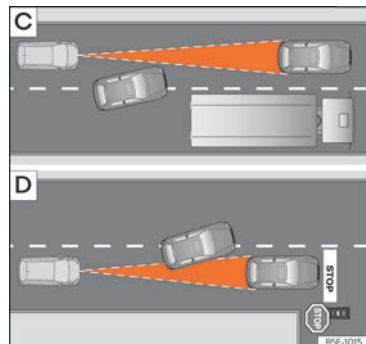

Abb. 108 **C** Fahrspurwechsel eines anderen Fahrzeugs. **D** Abbiegendes und weiteres stehendes Fahrzeug.
- Fahrzeuge, die in geringem Abstand auf die eigene Fahrspur wechseln »» (Abb. 108)
ACC reagiert nicht auf stehende Fahrzeuge. Wenn z. B. ein von der ACC erfasstes Fahrzeug abbiegt oder ausschert und sich vor diesem Fahrzeug ein stehendes Fahrzeug befindet, reagiert ACC nicht auf das stehende Fahrzeug »» (Abb. 108) **D.**